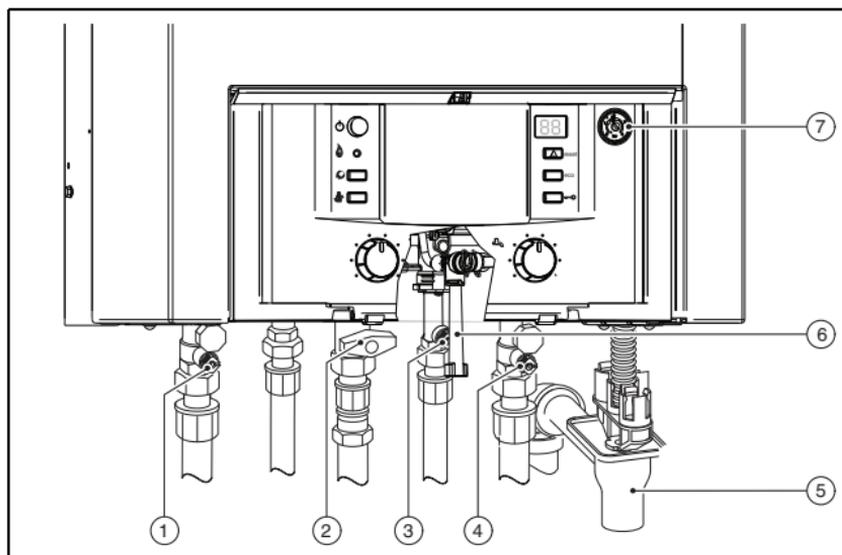

Fig. 1
Sicuramente l'installatore Vi ha indicato come eseguire il riempimento. In caso contrario, rivolgersi alla ditta installatrice. Il rubinetto di riempimento si trova sul fondo della caldaia, fra ritorno riscaldamento e ingresso acqua fredda sanitaria (pag. 13, fig. 1, pos. 6).